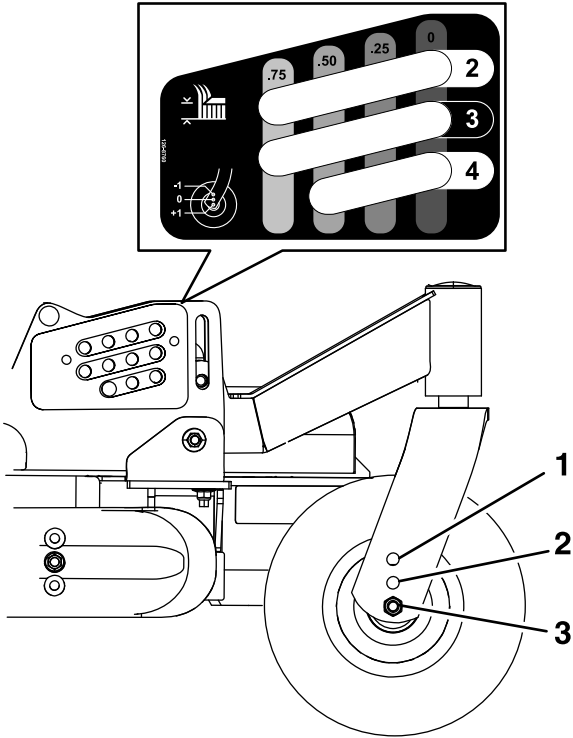

Figure 27
- B. Montez les roues de jauge avant et arrière dans le trou qui convient (voir le tableau ci-dessous, ainsi que la Figure 27), puis reposez les fixations.